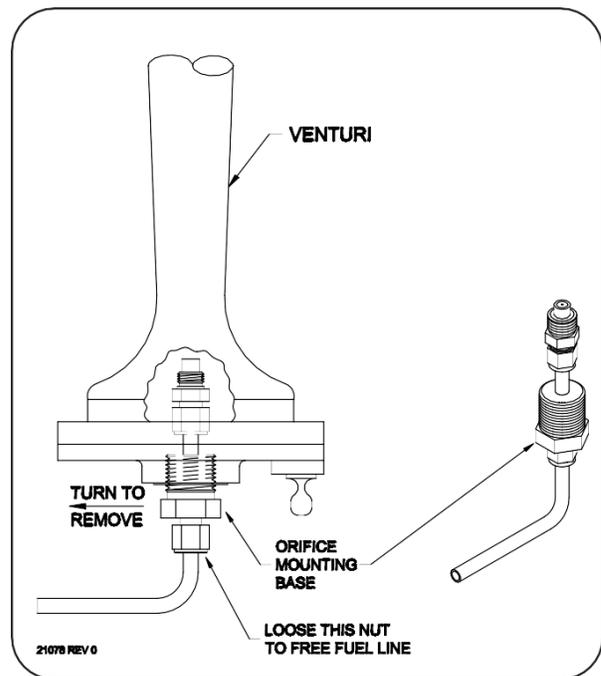

Figura 14 – Extracción del conjunto de orificios
2. Retire el cuerpo del orificio del ensamblaje, consulte Figura 14.